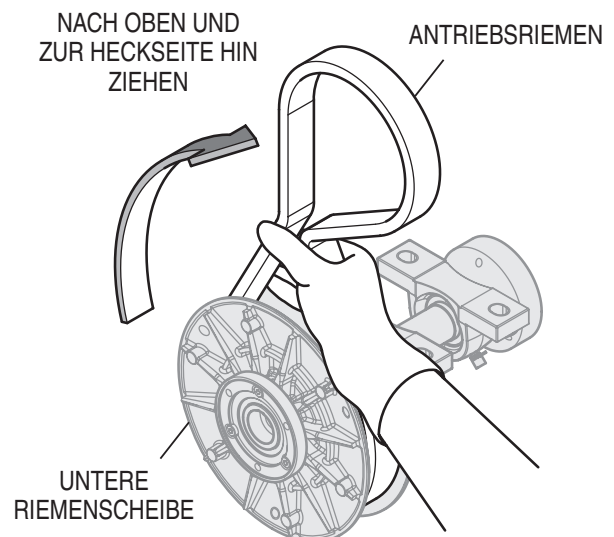

Abb. 19. Einsetzen des Ersatzantriebsriemens auf die untere Riemenscheibe
5. Den Riemen anschließend zusammendrücken (Abb. 19) und nach oben sowie in Heckrichtung des Glätters ziehen. Dies drückt die beiden Seiten der unteren Riemenscheibe auseinander.